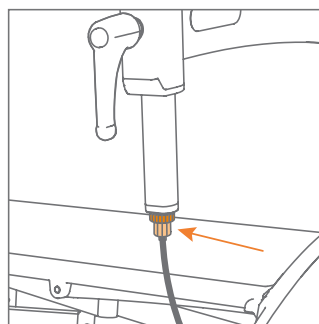

Abbildung 57: Detail der Bremsjustierung über die Justierschraube, direkt unter dem Verriegelungsring.
- b. Lösen Sie zuerst den Sicherungsring (ziehen Sie das Kabel nach unten, um es einfacher zu machen). Dies gibt Ihnen die Möglichkeit, die Justierschraube darunter festzuziehen oder zu lösen (**Abbildung 57**).
Der Rollz Motion hat Vollgummireifen aus PU und EVA-Schaum, während der Rollz Motion Performance zwei schaumgefüllte Reifen (Vorderreifen) und zwei Luftreifen (Hinterreifen) hat. Die Luftreifen werden durch regelmäßiges Überprüfen und ggf. Aufpumpen auf dem richtigen Druck gehalten (**Abbildung 57**). Die Innenschläuche sind mit einem Schrader-Ventil ausgestattet, auch bekannt als Moped- oder Autoventil.